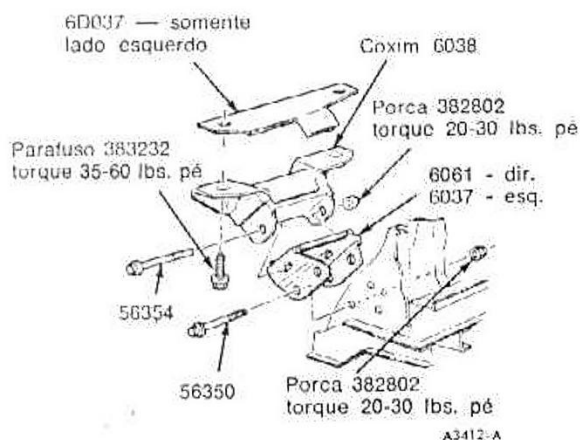

fig. 4 — suportes dianteiros do motor
8. Girar a árvore de manivelas para a posição "B" da fig. 4. Verificar e instalar as porcas nos prisioneiros das seguintes válvulas:
Os suportes dianteiros estão localizados em cada lado do motor (fig. 4). Os procedimentos seguintes aplicam tanto para o suporte direito como para o esquerdo.
1. Retirar a porca e o parafuso de fixação do coxim ao suporte (fig. 4).